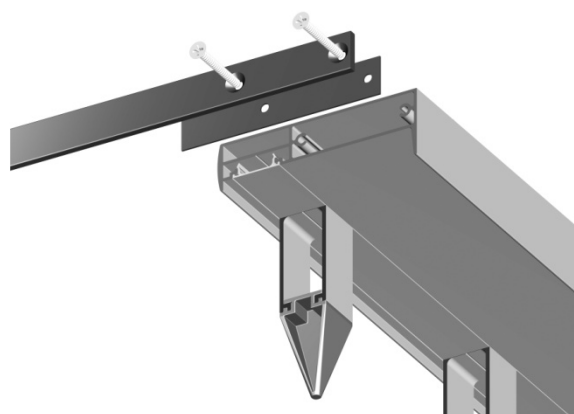

Рис. 5
- к торцам поручня-подоконника через паронитовую прокладку крепится вспомогательный элемент (стальная полоса, пластина и т.п.) для последующего крепления к стенам балконного проема (рис. 5);